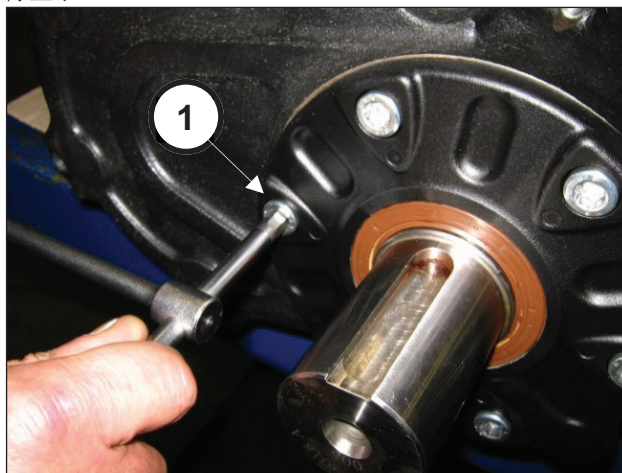

图3
拧下小齿轮盖固定螺钉（部件号①, 图3），然后从轴上拆除盖子。